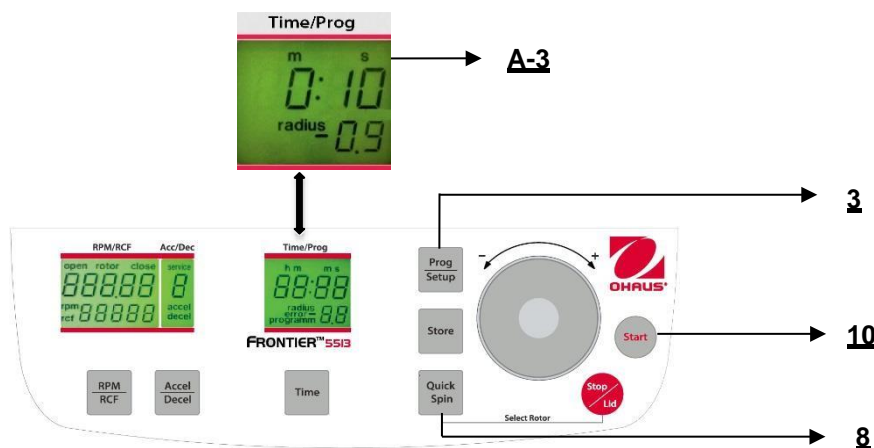

Figura. 23
Para salir del modo de programa, solo presione el botón **"Prog/Setup"** (3) (vea la Figura 23). Entonces, dentro de la pantalla **"Time/Prog"** (A-3) aparece la palabra **"programm"** (M10).